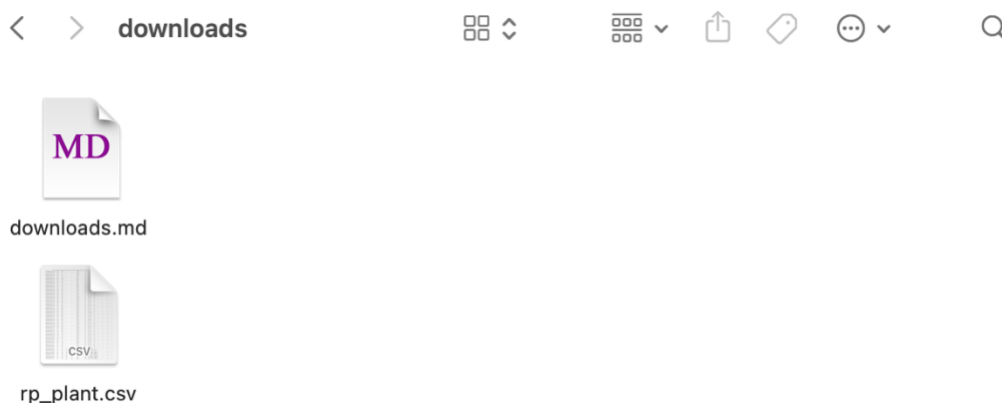

Figura 2.9. Descargas en la carpeta *cno\_solar/downloads* del tab *Recurso-Potencia*.
- Se generan archivos según la arquitectura de la planta fotovoltaica (i.e., por inversores y para la planta completa) y se alojan en la carpeta *cno\_solar/downloads*. Por ejemplo, observe en la Figura 2.9 un archivo: uno para la planta completa, correspondiente a la adición de la producción de los dos subarrays y escalado según el número de inversores —i.e., uno—.